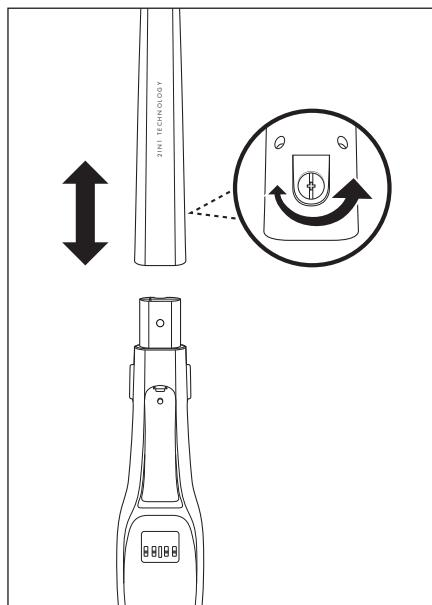

Bild 1
- 1) Lossa skruven **⑪** baktilt på skaftet **⑩** genom att vrida den motsols med en skravmejsel. Dra ut skruven **⑪** ur skruvöppningen på skaftet **⑩**.
- 2) Sätt skaftet **⑩** på produktens skafthållare. Skjut skaftet **⑩** helt över skafthållaren tills det sitter fast på produkten. (Bild 1).
- 3) Sätt tillbaka skruven **⑪** i öppningen på skaftets **⑩** baksida igen. Dra åt skruven **⑪** med sols med en skravmejsel (bild 1).